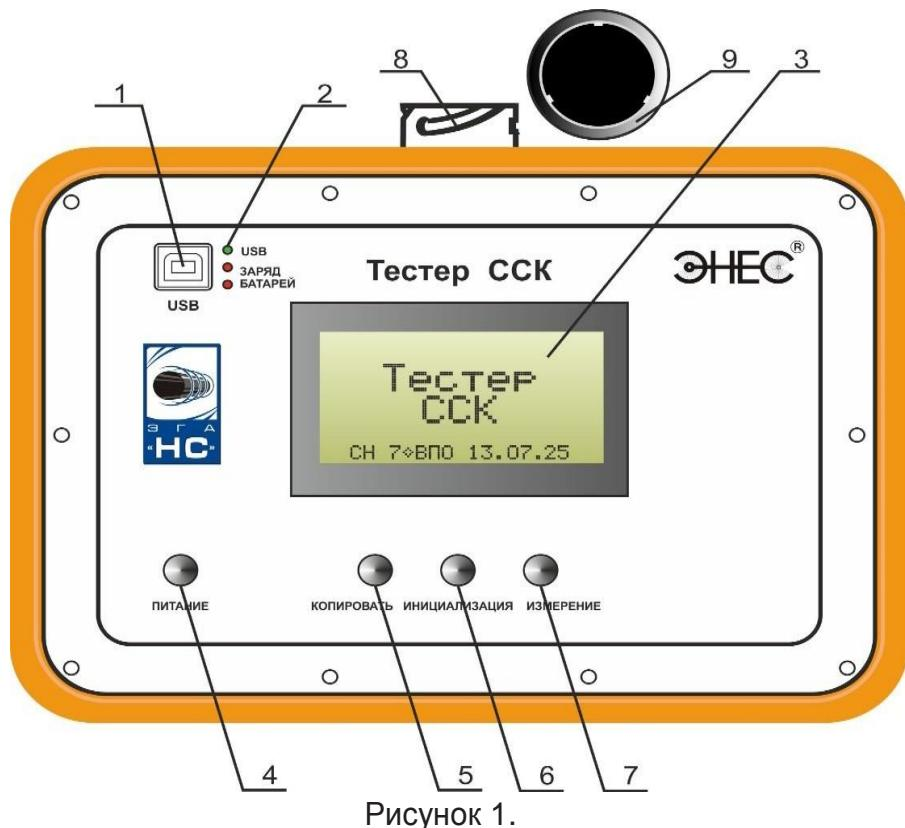

Рисунок 1.
Тестер изготовлен из ударопрочного полимерного корпуса (рис. 1), на верхней плоскости Тестера расположены разъем USB (1), Индикаторы подключения USB и зарядки батарей (2), окно под дисплей (3), кнопка включения Тестера (4), кнопки управления: Копировать (5), Инициализировать (6), Измерение (7). Верхняя панель герметично закрывается крышкой с защелками. На задней торцевой плоскости корпуса расположен измерительный разъем (8) для соединения с ССК. При транспортировании разъем закрывается заглушкой (9). В корпусе размещается печатная плата с расположенными на ней электронными компонентами и литий-ионными аккумуляторами. Работает Тестер под управлением микроконтроллера по специальной программе.